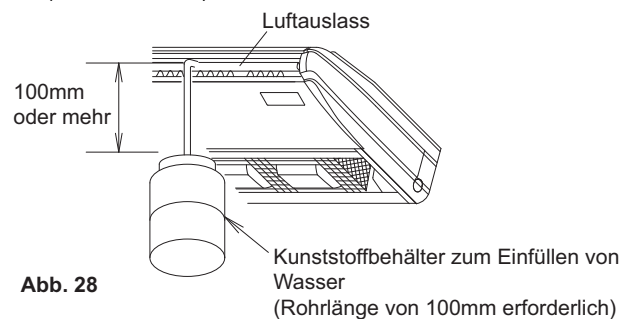

Abb. 28
Zum Anschließen des zentralen Ablaufrohrs folgen Sie den Anweisungen in Abb. 28. Den Durchmesser des zentralen Ablaufrohrs wählen Sie entsprechend der Kapazität des Durchmessers des Innenaggregats, an das es angeschlossen werden soll. (Siehe technisches Handbuch.)
- (2) Überprüfen Sie nach dem Abschluss der Rohrverlegung, ob der Abfluss einwandfrei funktioniert.
- Zur Überprüfung des problemlosen Ablaufs nach und nach etwa 0,6 Liter Wasser vom Luftauslass her in die Ablaufwanne gießen. (Siehe Abb. 28)